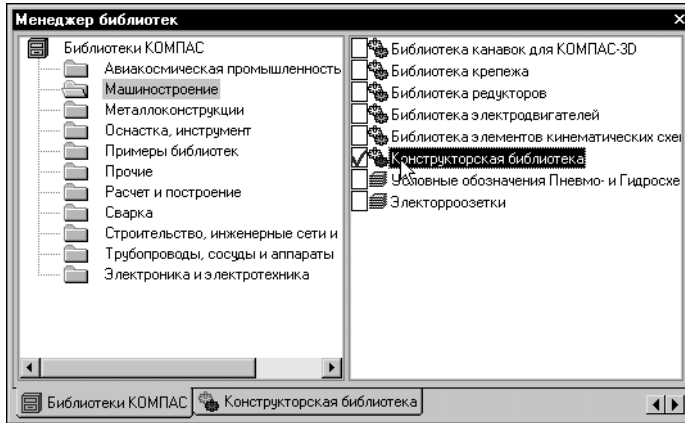

Рис. 44.13. Подключение Конструкторской библиотеки
8. Включите опцию рядом с названием *Конструкторская библиотека* (рис. 44.13).